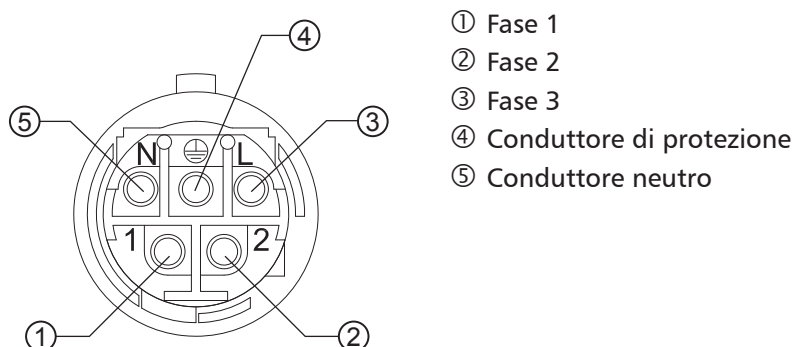

Fig. 9: L'assegnazione dei morsetti del connettore CA
- Preparare il connettore CA in dotazione come descritto in Fig. 9 e a partire dalla p. 83.